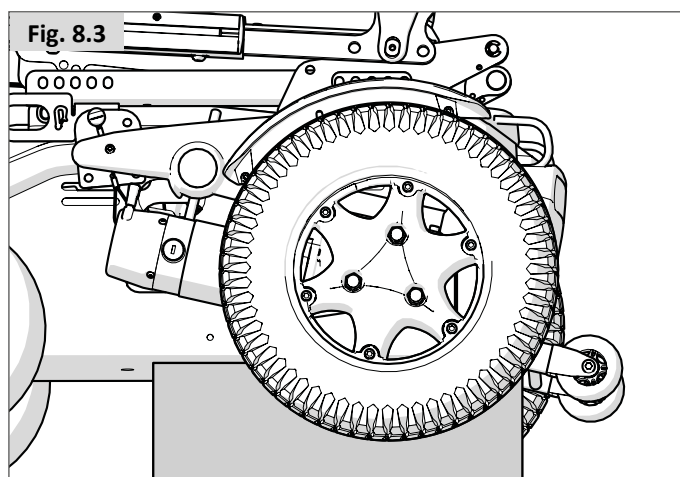

Fig. 8.3
- Levante la base o la caja de las baterías con un gato y sujételas en esa posición mediante bloques, (Fig. 8.3).